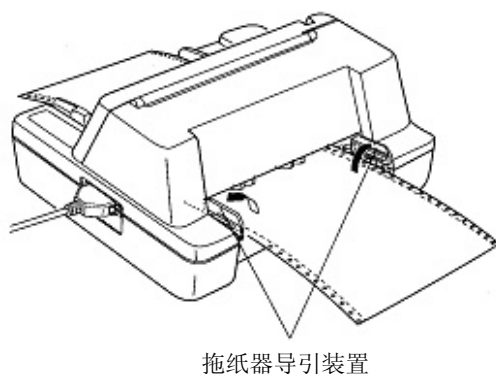

图 3-7 将连续纸安装在拖纸器上
4. 打开拖纸器，将纸装入拖纸器齿轮上（如图 3-7 所示）。